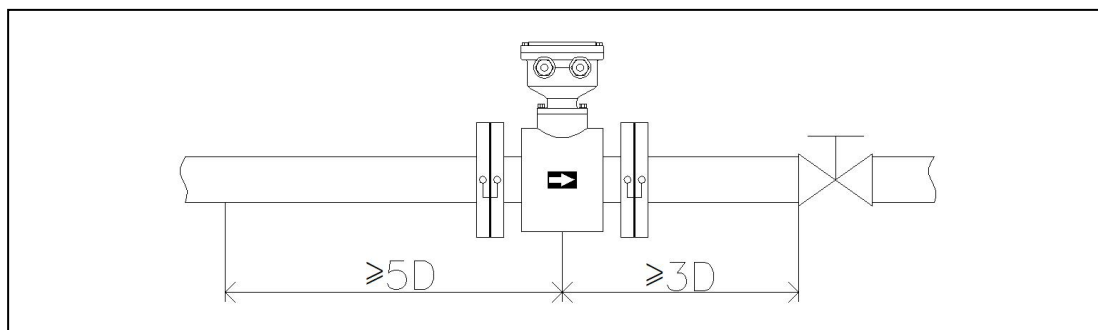
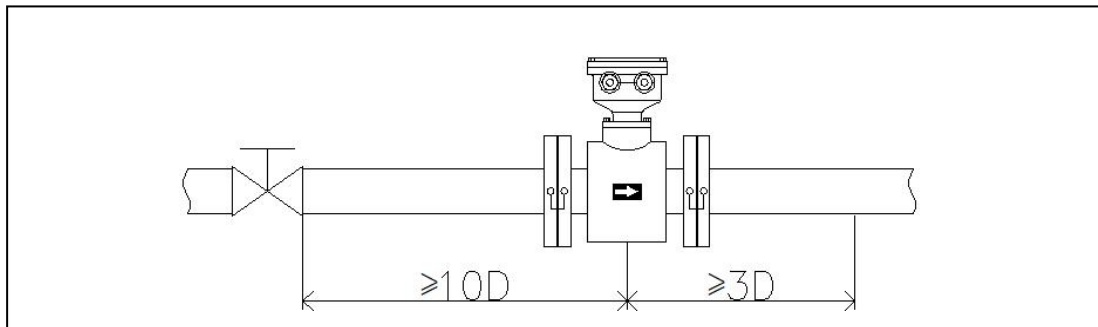

图 4.1.1 上游直管段要求
图 4.1.2 上游侧有非全开的闸阀或调节阀
- 9) 流量计上游侧应不小于 $5D$ （管道内径）的直管段（图 4.1.1），如果上游侧有非全开的闸阀或调节阀，则流量计上游直管段的长度应不小于 $10D$ （图 4.1.2）；流量计下游侧的直管段要求不高，一般大于 $3D$ 即可。